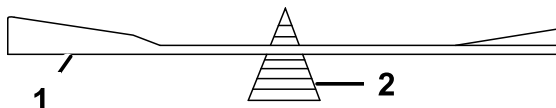

Figura 62
- Verifique o equilíbrio da lâmina colocando-a num equilibrador de lâminas (Figura 62).